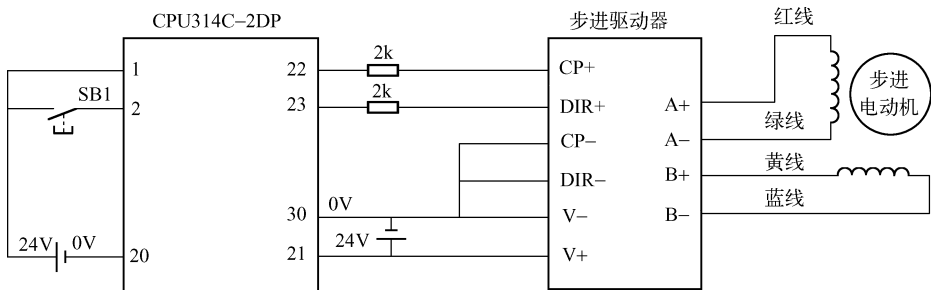

图 5-94 CPU314C-2DP、步进驱动器和步进电动机接线图
- ① 1 套 STEP5.5 SP4。
- ② 1 台步进电动机，型号为 17HS111。
- ③ 1 台步进驱动器，型号为 SH-2H042Ma。
- ④ 1 台 CPU 314C-2DP。
2) 系统的接线图。系统的接线图如图 5-94 所示。